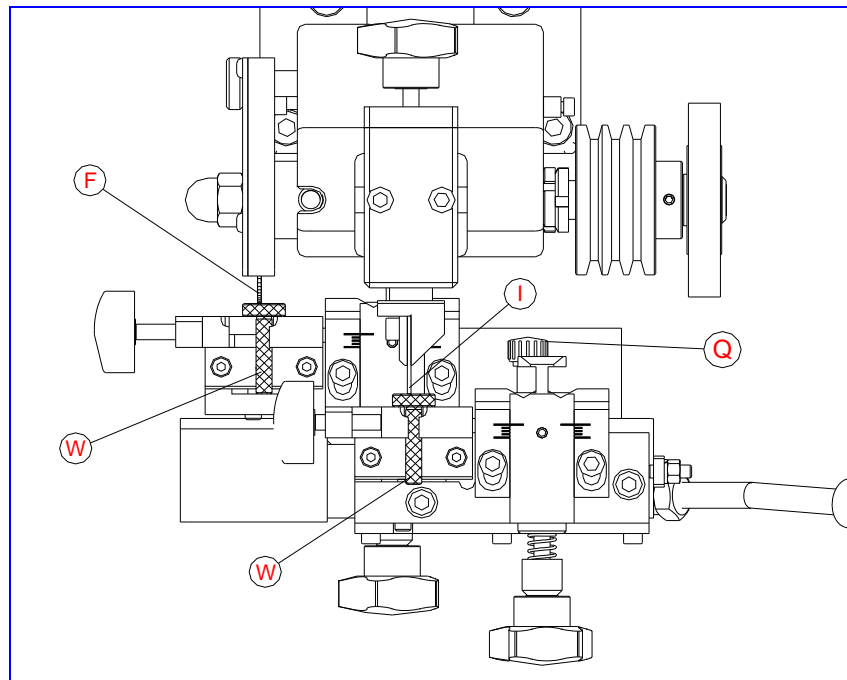

Fig. 2
- Ripetere la stessa operazione sistemando la posizione del carrello (R2) con il riferimento (S) per verificare che il morsetto per le chiavi frontali e con scanalature verticali sia regolato correttamente. Per farlo, usare la bacchetta di regolazione W come illustrato nella Fig. 2